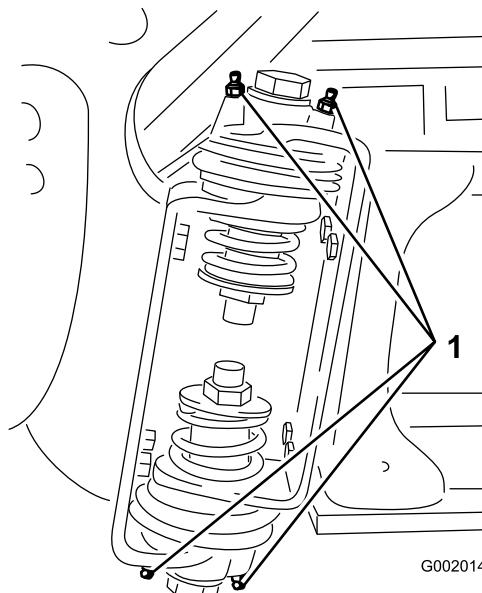

Figura 44
2. Bombee grasa en el cojinete o casquillo de cada punto de engrase Figura 44.